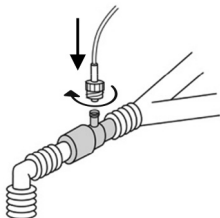

Figura 1
2. Conecte o Adaptador de vias aéreas à extremidade proximal do circuito de respiração, entre o tubo endotraqueal e a seção Y do ventilador com o Adaptador de vias aéreas apontando para cima conforme mostrado na Figura 1.